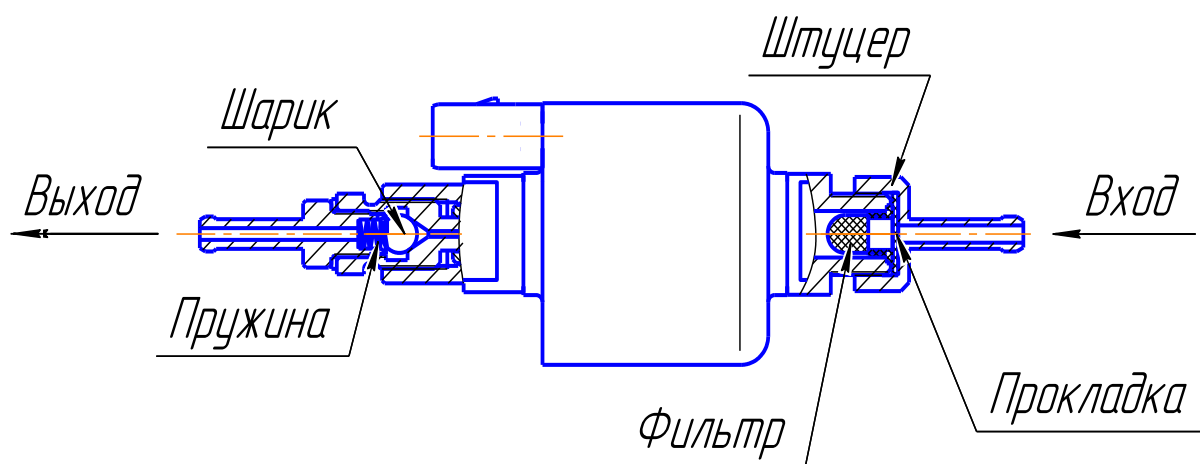

Рис. 13 -Топливный насос
5.10.1 Топливный насос (рис. 13) служит для дозированной подачи топлива в камеру сгорания. За весь период производства отопители комплектовались 4 типами топливных насосов: ТН10; ТН7; ТН8; «Thomas magnete».
- убедиться, что фильтр топливного насоса чистый. Для этого необходимо частично разобрать насос, выкрутить штуцер (рис.13) и осмотреть фильтр. Если фильтр загрязнен, то промыть его бензином и продуть воздухом;